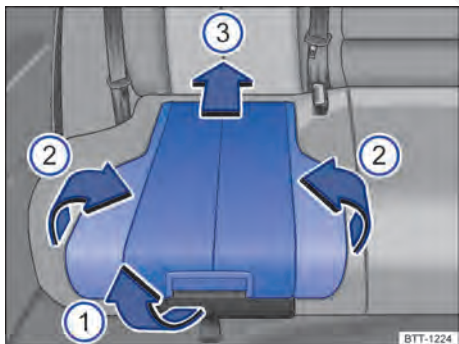

Fig. 104 Cadeira de criança integrada: posicionar o estofamento e o apoio do banco.
- Puxar o estofamento do banco na alavanca de destravamento → Fig. 104 ① para frente no sentido da seta.
- Pressionar o estofamento do banco ③ para trás no sentido da seta até engatar..
- Rebater os dois apoios laterais do banco ② para cima no sentido da seta.